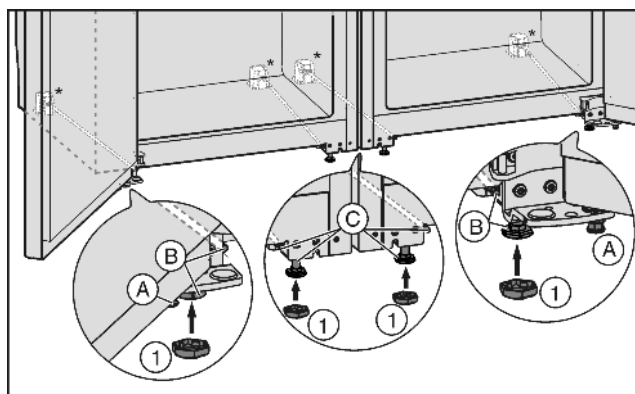

Fig. 4
- ▶ При нужда завъртете докрай крачетата Fig. 4 (A) отпред на двата уреда, така че да няма контакт със земята.
- ▶ Поставете капачки Fig. 4 (1) върху четирите предни крачета.
- ▶ Завийте средните крачета Fig. 4 (C), така че да няма контакт с земята.
- ▶ Подравнете комбинацията чрез външните крачета Fig. 4 (B).
- ▶ Отново спуснете средните крачета Fig. 4 (C), докато те не се допрат до земята.
- ▶ След това подпрете вратата: Развийте крачетата Fig. 4 (A) от лагерната опора, докато те не опрат в пода, след това ги завъртете на още 90°.